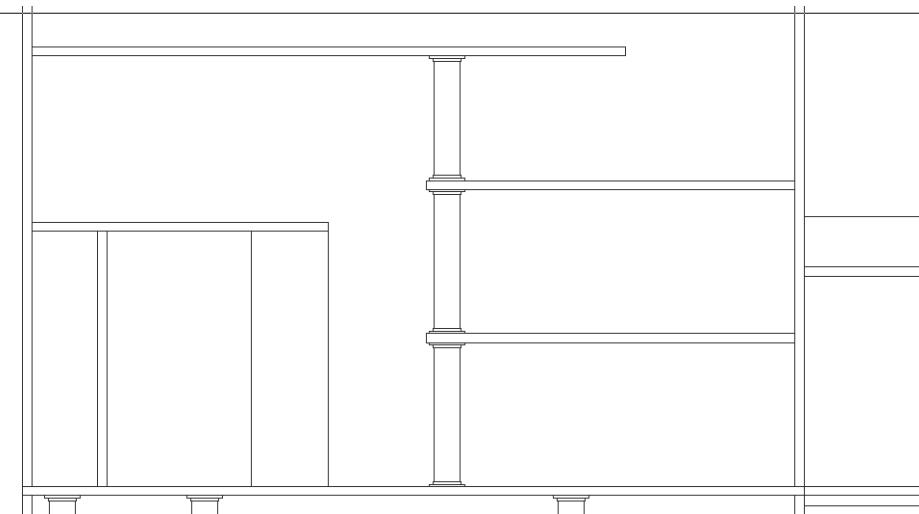

Рис. 8.31 ▼ Чертеж опоры на главном виде сформирован
27. Продлите вертикальные линии, обозначающие трубу опоры, вверх и вниз, а затем обрежьте их лишние сегменты так, чтобы получился законченный чертеж опоры (рис. 8.31).